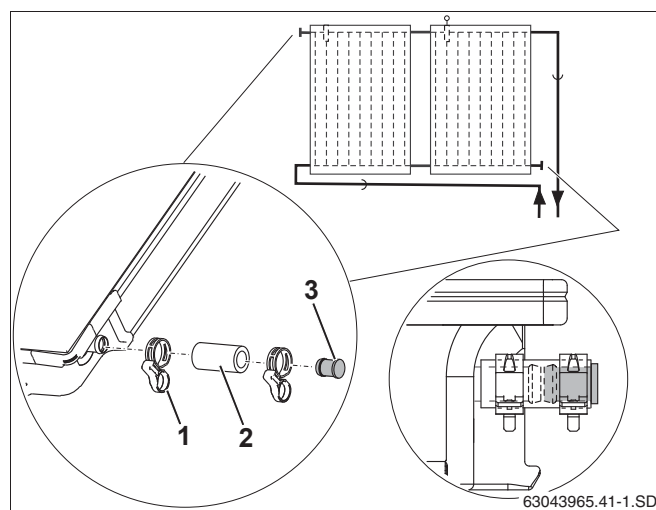

Рис. 21 Установка заглушек и пружинных хомутов
- ▶ Наденьте шланги 55 мм (рис. 21, **поз. 2**) с предварительно установленными на них заглушками на оба свободных штуцера поля коллекторов.